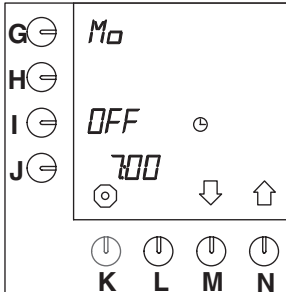

Abb. 32 Vorheizen des Behälters
- Im Display erscheint "AuS" in der Position neben der Programmieraste (I.) (Abb.32).